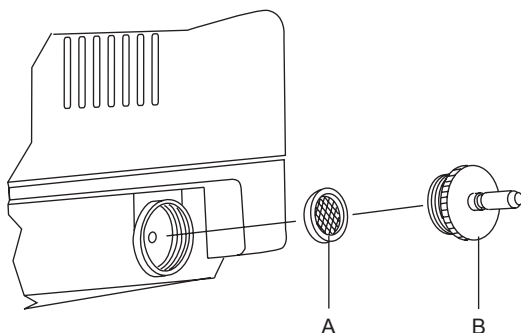

Fig. 9
- 2 Svitare la ghiera zigrinata dell'innesto maschio (Fig.9 - Rif.B).
- 3 Estrarre il filtro (Fig.9 - Rif.A), sostituirlo o lavarlo liberando completamente la rete filtrante dalle impurità.